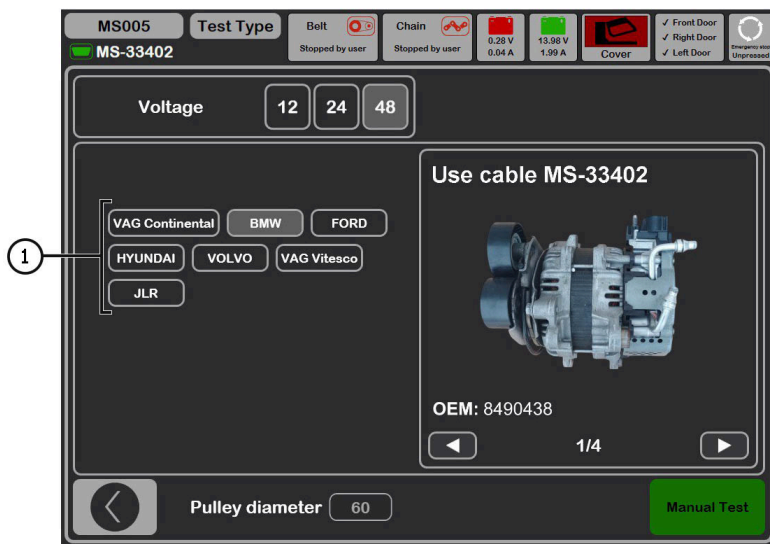

Рисунок 28. Меню выбора генератора 48 В
4. Зайдите в меню «**Alternator**». Выберите режим диагностики генераторов 48 В и соответствующий генератору модель автомобиля или OEM-номер агрегата (см. поз. 1 рис. 28). Также задайте значение диаметра шкива генератора.